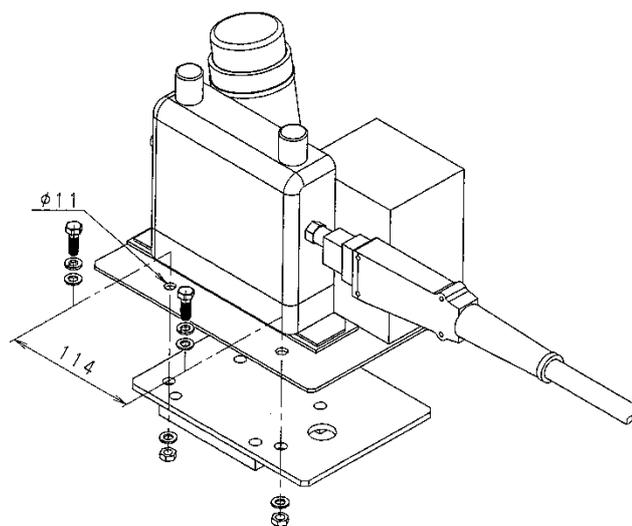

図 1.2 ワイヤ送給装置の取り付け(手順 2)
2. 図1.2を参考にワイヤ送給装置を固定ブラケットに取り付けてください。取り付けにはワイヤ送給装置に付属の六角ボルト・ワッシャ・ナットを使用します。